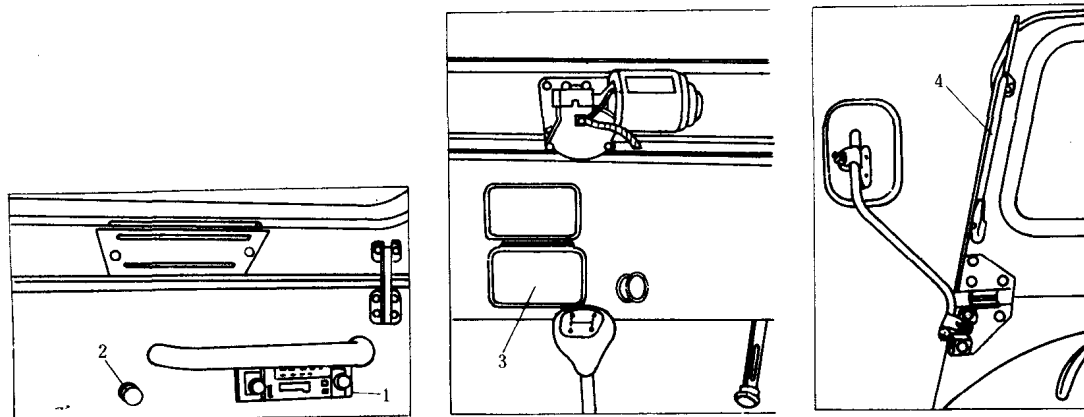

图 1-16 收放机及点烟器
14. 收音机 1(图 1-16) 双声道收音机位于仪表板扶手下面,左、右扬声器分别装于前围左、右侧板上。当点火开关处在通电位置时才可以使使用。前风窗右侧装有拉杆天线 4。
15. 点烟器 2(图 1-16) 位于仪表板扶手左侧,当点火开关处在通电位置时,可以使用。点烟时,应先将点烟器按入,当点烟器自动弹出(断电),即可拔出使用。注意:不要将点烟器按在加热位置不放手,容易损坏电热元件。
16. 烟灰盒 3(图 1-16) 烟灰盒位于仪表板的中部。